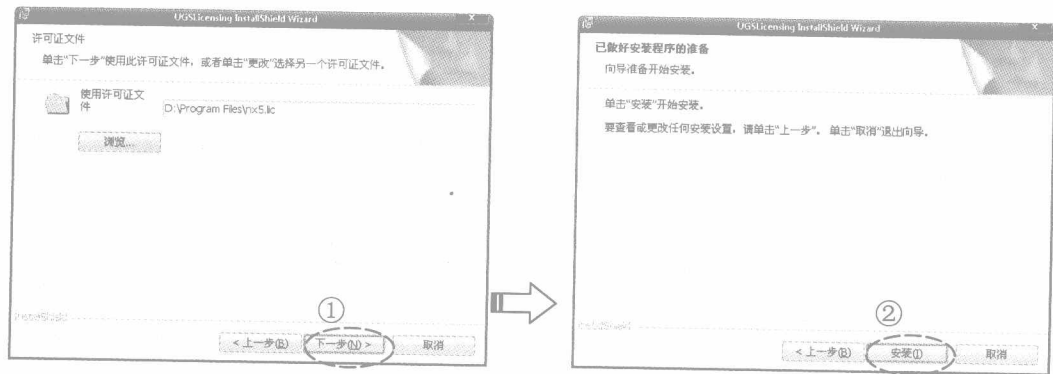

图 1-8 准备安装程序
(10) 单击 **打开(O)** 按钮后弹出『UGSlicensing InstallShield Wizard』对话框, 然后以图 1-8 所示的指引进行操作。